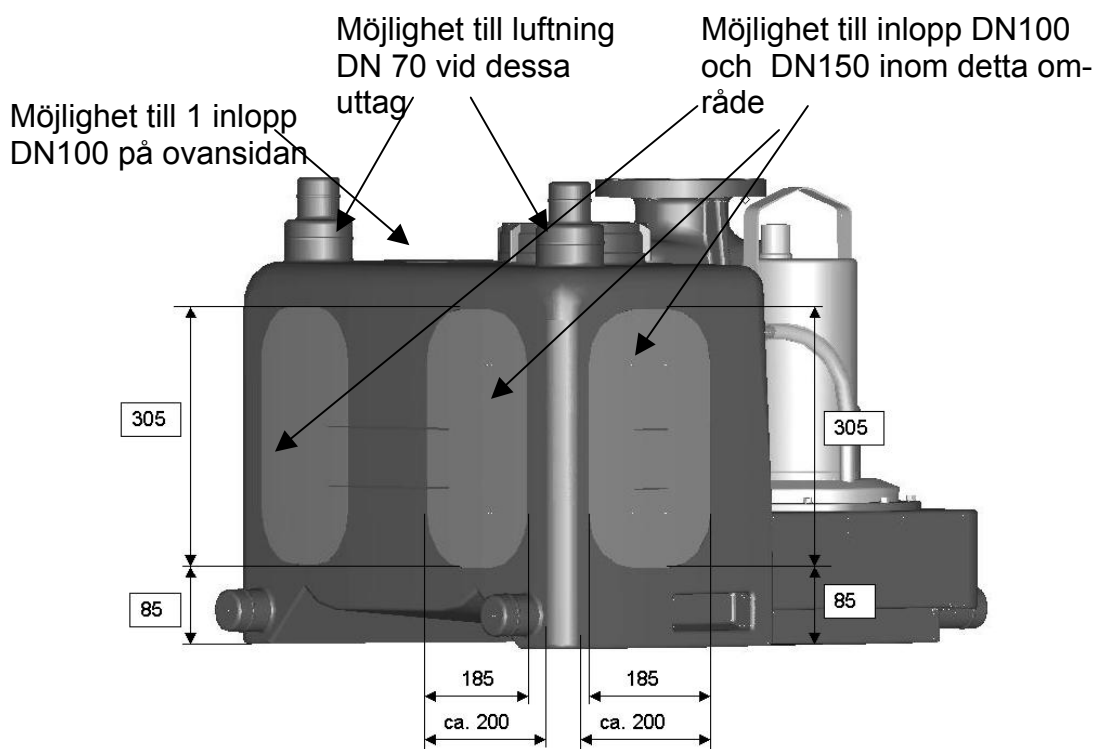

Bild 5
5.1.2 Anslutningar till behållaren (Bild 5)
Inlopp DN100 och DN150 får endast uttagas på de i Bild 5 identifierade ställena. Anslutningarna måste sedan mätas ut på behållaren i enlighet därmed. Det hål som tas ut med skärverktyget måste då ligga **innanför** det utmärkta området.
⚠ WARNING! Att ansluta inlopp till andra ställen än de i Bild 5 angivna kan leda till att otätheter och driftstörningar uppstår i anläggningen
a) För att utföra cirkelsnittet i behållaren med hjälp av bormaskin och cirkelskärverktyg väljer man en position så att inloppshålet bildas innanför det i bild 5 markerade området.